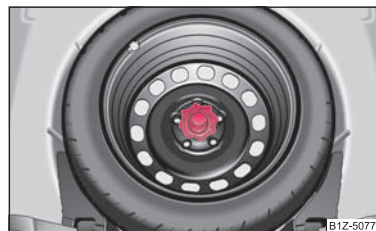

Abb. 176 Kofferraum: Reserverad
Das Reserverad liegt in einer Mulde unter dem Bodenbelag des Gepäckraums und ist mit einer Spezialschraube befestigt → Abb. 176.
- Verstauen und befestigen Sie das ausgewechselte Rad mit einer Spezialschraube in der Reserveradmulde ⇒ Seite 212, Abb. 176.